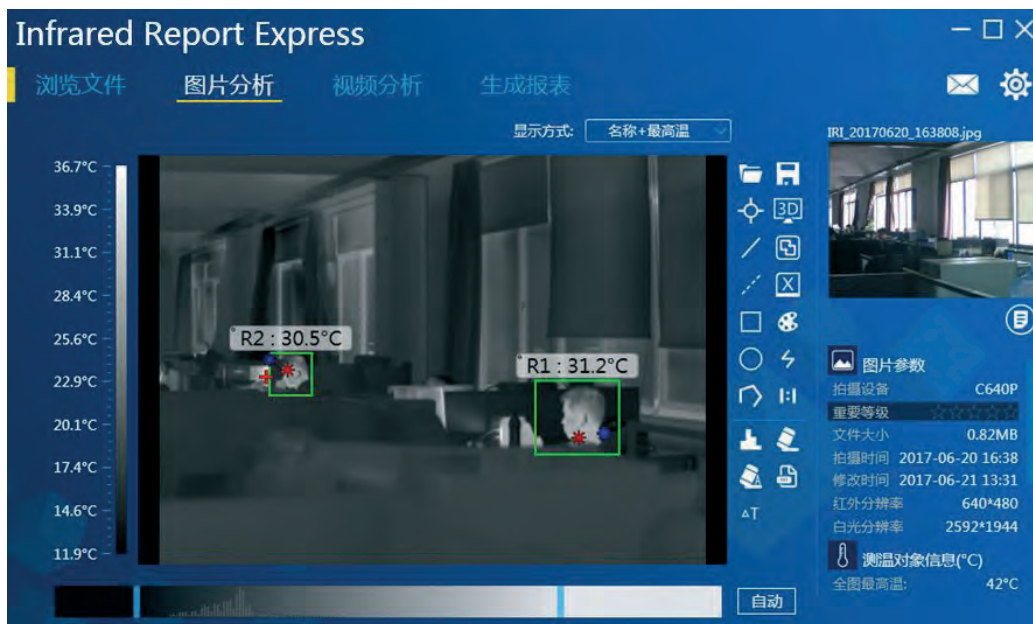

图 3-44
2. 点击“图片分析”功能标签，程序会自动跳转至图片分析界面并加载已选中的红外图像，此时用户可以对图像进行任意分析修改（如更色带、添加分析对象等操作），如图 3-44 所示：